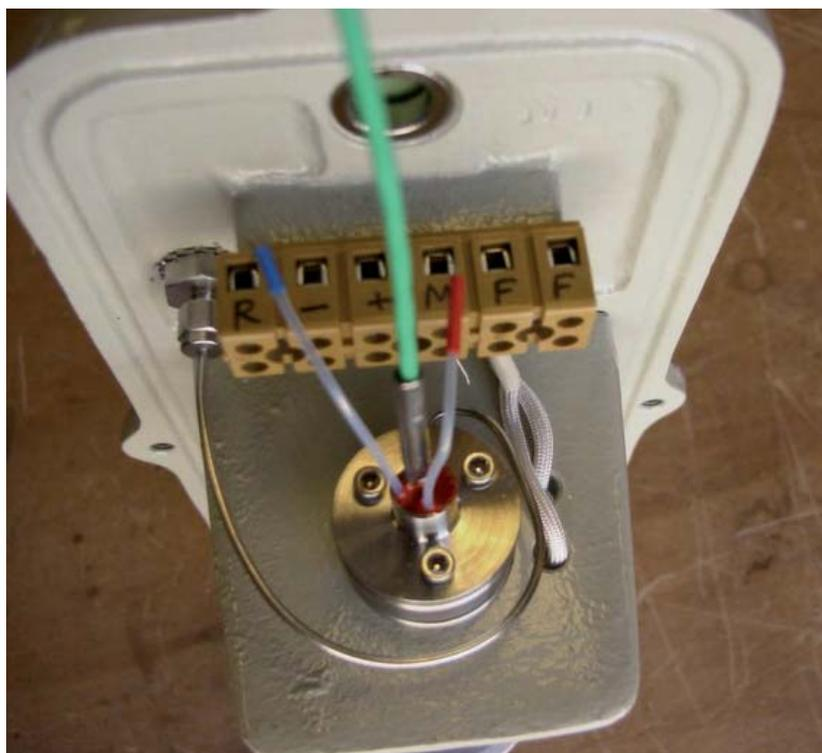

Рис. 17 XZR500. Вид сверху
- Установите на место очищенную кабельную муфту, новый датчик MSRS (номер 204 011) и новые уплотнительные кольца (номер 108 006) (см. рис. 17 и 18).